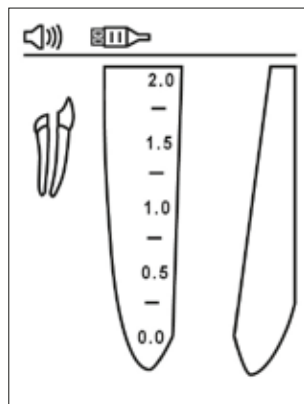

Fig. 3
- 6.4.2. Insira o cabo de medição no encaixe do dispositivo e certifique-se de que o ícone do cabo aparece na barra de estado (Fig. 3).